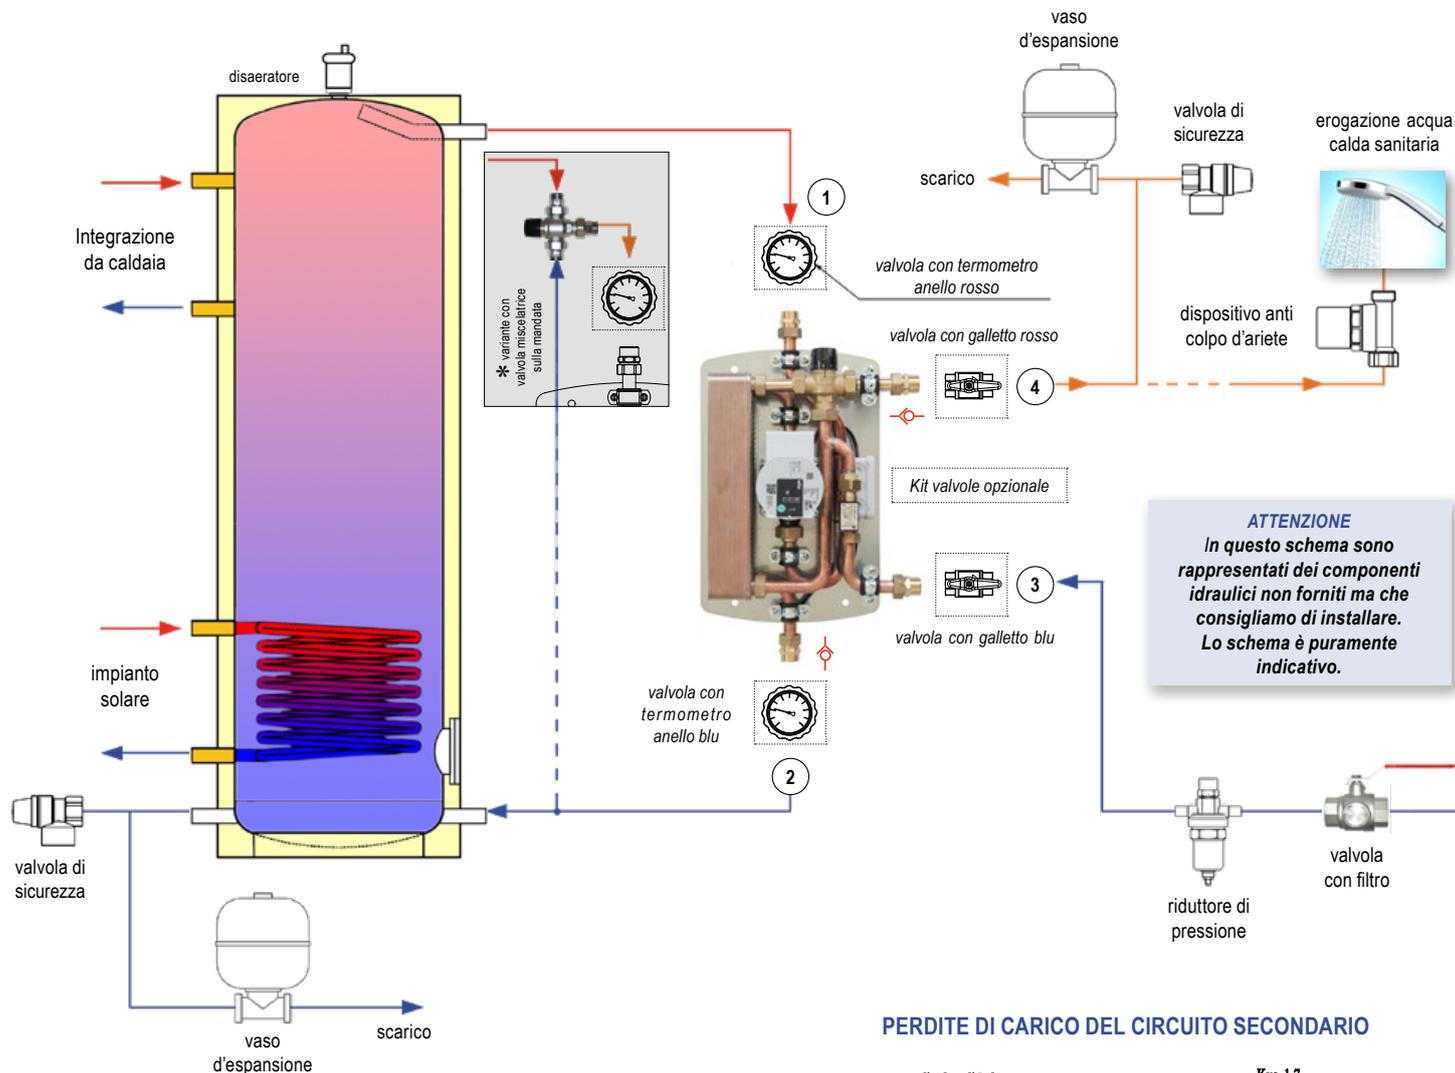

Figura 1: Schematizzazione di un impianto ACS gestito tramite ModvFresh 2 T
- ✓ Montare il kit valvole (opzionale) secondo quanto rappresentato in *Figura 1*;
La temperatura nel puffer deve essere almeno di 10 K superiore a quella sanitaria desiderata. Differenziali di temperatura superiori consentono di prolungare il tempo di spillamento. In presenza di acque dure consigliamo di non superare comunque la temperatura di 70°C (mandata del puffer) per evitare fenomeni di deposito calcareo nel lato secondario dello scambiatore a piastre; eventualmente inserire un miscelatore termostatico (Figura 1).